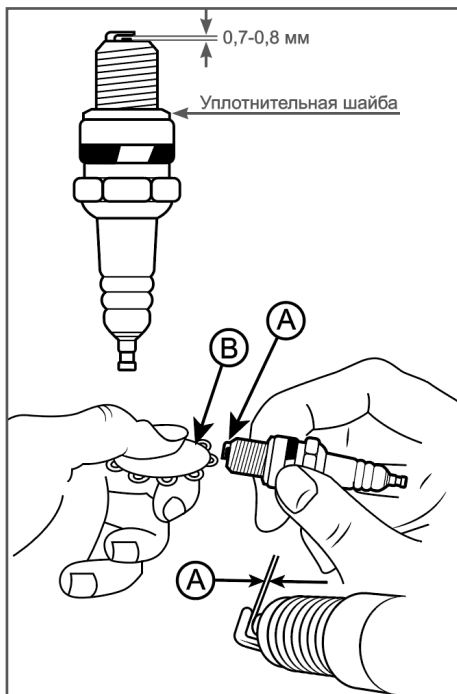

Рис. 15 Обслуживание свечи зажигания
4. Измерьте зазор между электродами свечи зажигания специальным щупом. Зазор должен быть 0,7-0,8 мм (Рис. 15). При увеличении или уменьшении